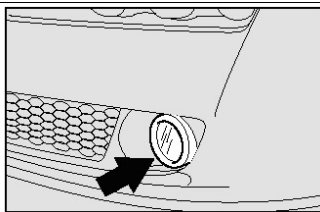

рис. 33
- Повернуть ручку **A** – **рис.33** так, чтобы можно было открыть дверцу **B**;
□ Закрыть дверцу **B** – **рис.33**
- Повернуть ручку **A – рис.33** так, чтобы можно было открыть дверцу **B**;
Закрыть дверцу **B – рис.33**